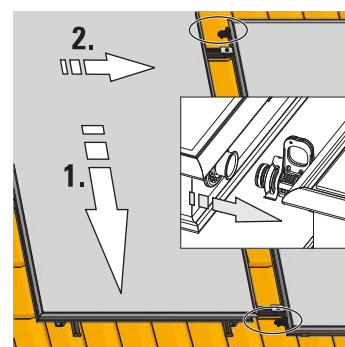

Fig. 3-29 Posizionare il collettore piano successivo
5. Sollevare il collettore piano successivo (vedere paragrafo 3.4.3, fase di lavoro 2) sulle guide di montaggio e agganciarlo nei ganci di sicurezza mantenendo la distanza dai compensatori (fig. 3-29).